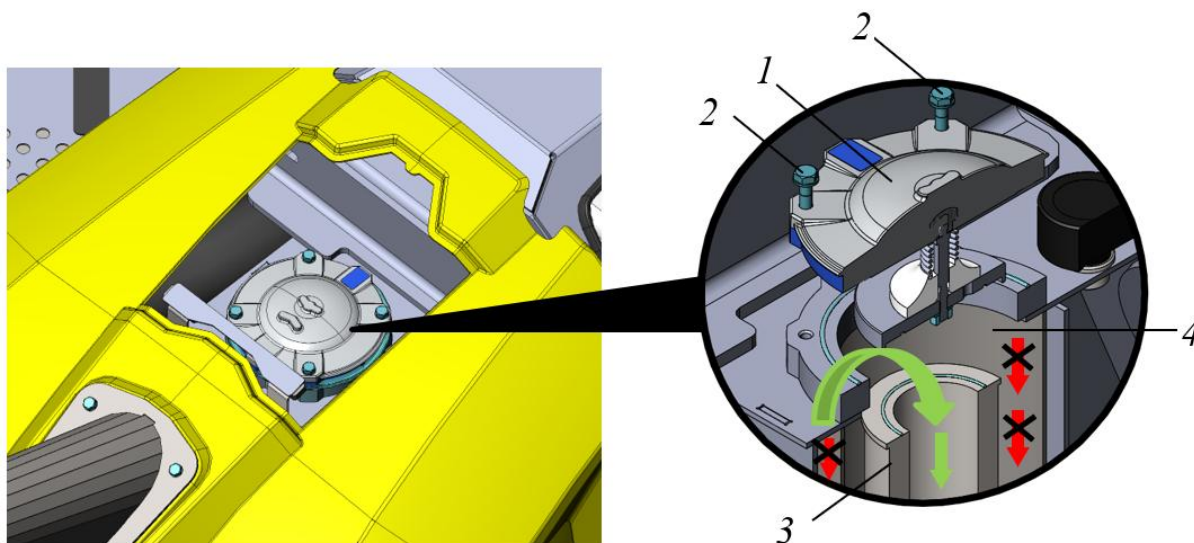

Рисунок 5.42. Процедура заправки масла в гидравлический бак
- ▶ Выкрутить болты с шайбами 2, крепящие крышку 1, см. рис. 5.42.
- ▶ Снять крышку фильтра 1 и через фильтр 3 в сливной линии долить масло в бак. Масло заливать **внутрь фильтра**, см. рис. 5.42 показано зеленой стрелкой.
- ▶ Опустить капот моторного отсека, установить крышку фильтра 1, закрепив ее на баке болтами 2 с шайбами, рис. 5.42.